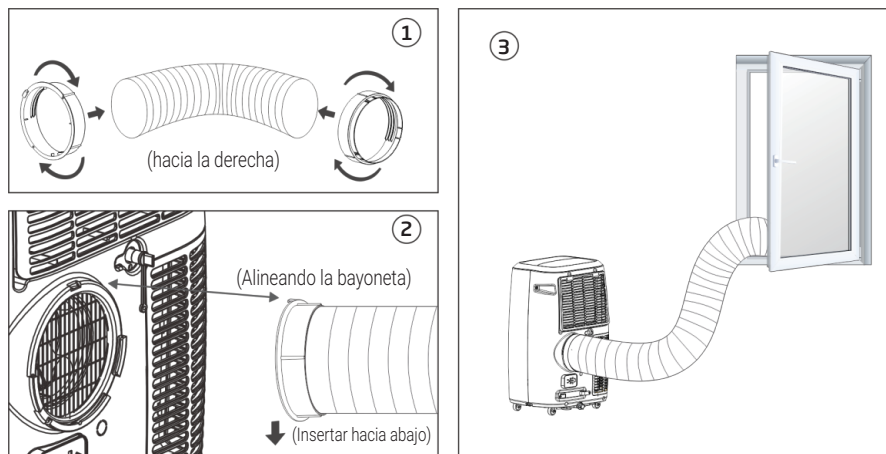

Fig. 9
2. Inserte el enganche de fijación plano en las aberturas de la parte posterior del aire acondicionado (vea la Fig. 9)